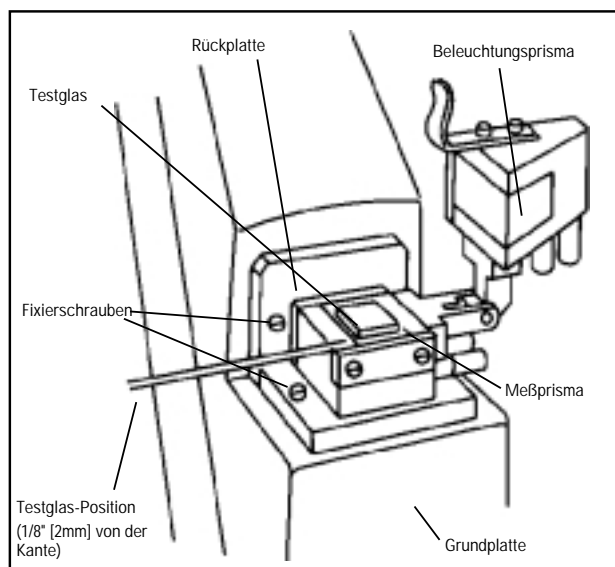

Figure 4
1. Öffnen Sie den Prismadeckel (Abb. 4) und entfernen Sie das Linsen-Schutztuch. Reinigen Sie das Meßprisma mit Alkohol und dann mit destilliertem Wasser. Wischen Sie es dann mit einem weichen fuselfreien Tuch oder einem Linsenreinigungstuch ab, aber ohne dabei die Oberfläche des Prismas ganz trocken zu wischen, da eventuell auf dem Meßprisma verbleibende Reststoffe die Meß-Leistung beeinträchtigen können.
3. Das Brechzahl-Testglas auf das Meßprisma mit der aufgedruckten Seite nach oben legen. Die geschliffene Kante soll auf den Beleuchter zeigen und ca. 2 mm vom Rand sein (Abb. 4).